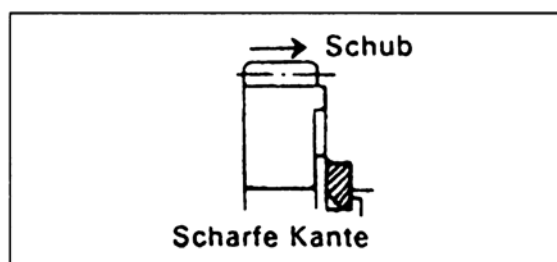

Bild 152
-  Darauf achten, dass Seegerringe einwandfrei in ihren Nuten sitzen. Stossfugen auf Stege der Keilverzahnung ausrichten. Seegerringe so einsetzen, dass scharfe Kanten entgegen der Druckrichtung weisen (Bild 152).